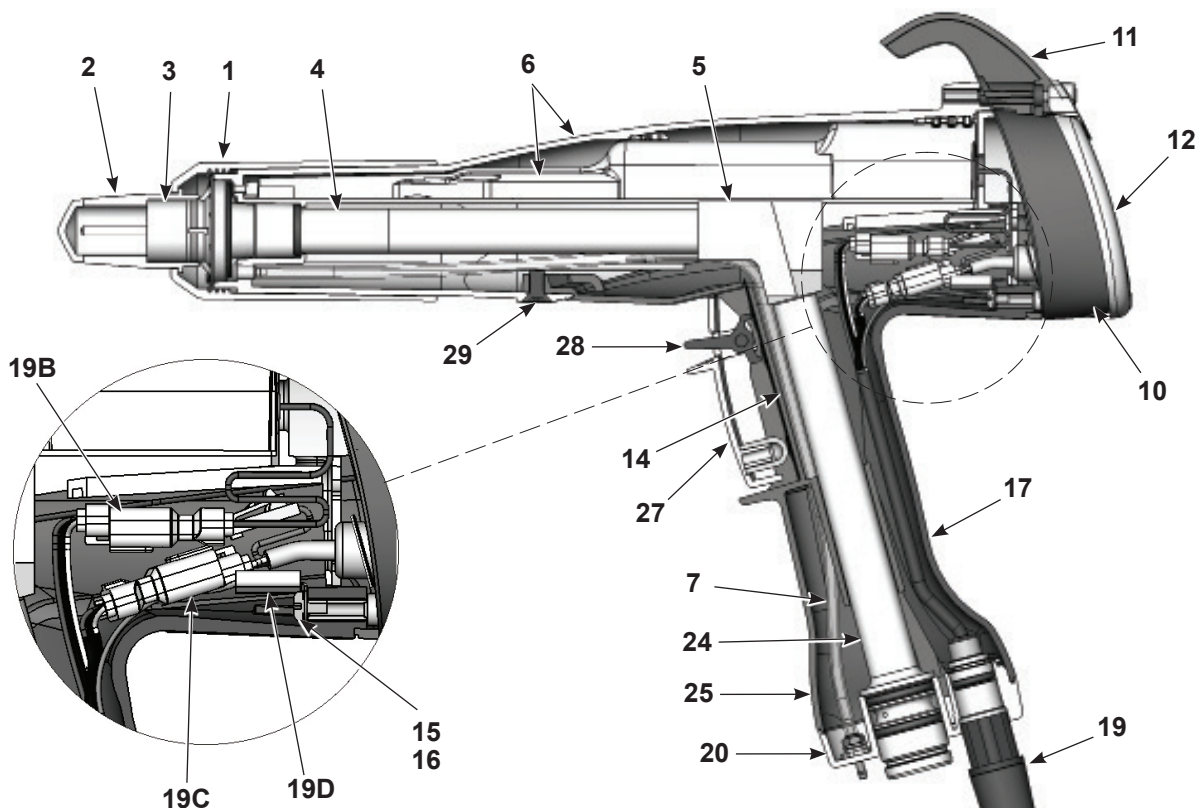
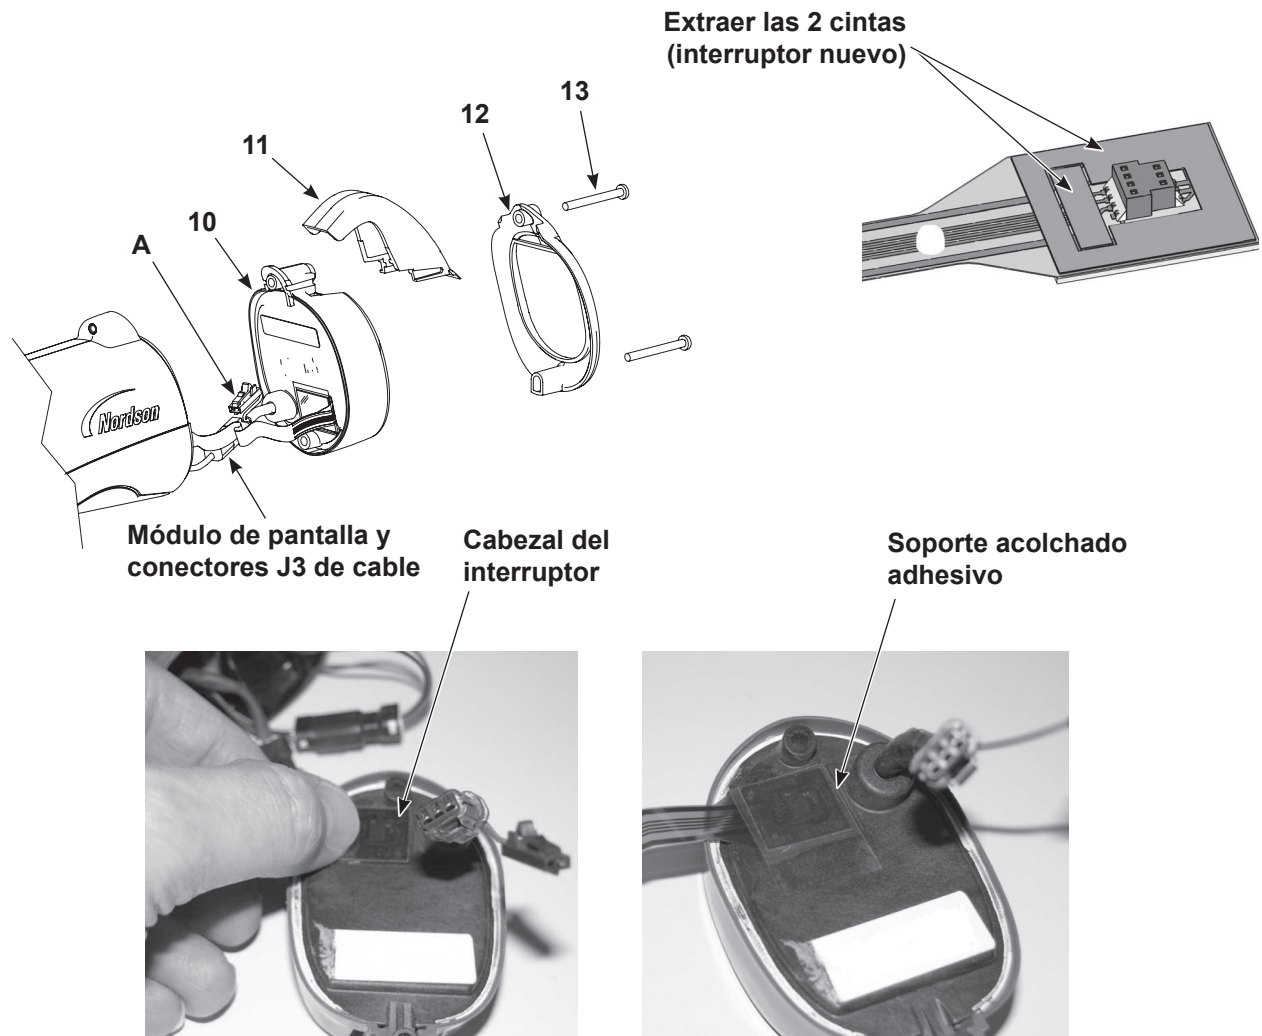

Figura 10 Sección Vista de la pistola de aplicación (los números de ítem de esta sección coinciden con los números de ítem de la lista de piezas)
Figura 11 Sustitución del módulo de pantalla
1. Ver la Figura 10 y la Figura 11. Desatornillar los tornillos superior e inferior (13) que mantiene el bisel (12), el gancho (11) y el módulo de pantalla (10) en el cuerpo de la pistola.
1. En el módulo de pantalla (10), limpiar cuidadosamente con alcohol isopropílico la superficie sobre la que está montado el cabezal del interruptor de activación frontal, así como el área que le rodea. Dejar que se seque completamente la superficie antes de continuar.
2. En caso de instalar un nuevo interruptor de activación, extraer las dos cintas del lado del conector del cabezal del interruptor del activador, tal y como se muestra en la Figura 11.
5. Unir el módulo de pantalla J3 y el conector del cable. El conector de cable a tierra (A) no se utiliza para esta versión de pistola.
7. Deslizar el gancho (11) por el módulo de pantalla, después instalar el bisel (12).
8. Instalar y apretar los tornillos (13).
2. Ver la Figura 10. Desatornillar la tuerca de la boquilla y extraer la boquilla y el conjunto del electrodo de la pistola de aplicación.
4. Ver la Figura 11. Instalar el módulo de pantalla tal y como se describe en Instalación del módulo de pantalla en la Página 18.
5. Instalar el conjunto de electrodo (3) en el extremo del tubo de salida en la parte frontal del cuerpo de la pistola. Asegurarse de que el electrodo del cable no esté doblado ni roto.